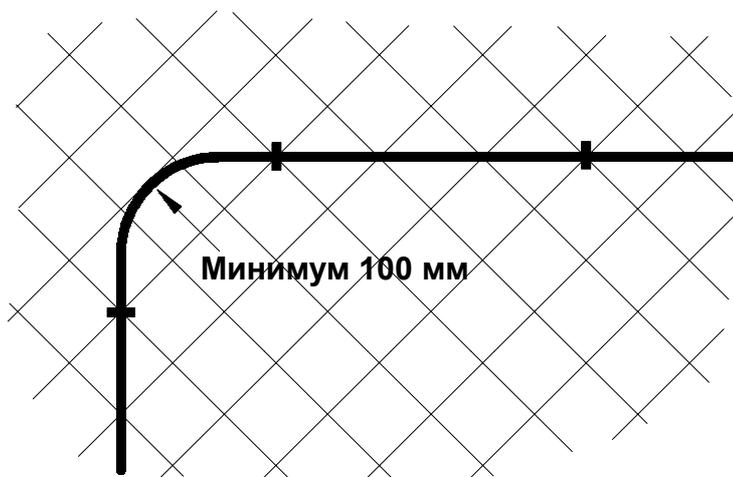

Рис. 3. Минимальный радиус изгиба сенсорного кабеля - 100 мм.
3. При прикреплении сенсорного кабеля к оgrade следите за тем, чтобы наименьший радиус изгиба кабеля был не менее 100 мм (4 дюйма). Заметим, что это относится к радиусу изгиба после установки кабеля (См. Рис. 3). Прокладывая кабель вокруг имеющихся изгибов оgrade, оставляйте достаточно большой радиус изгиба, чтобы не превысить максимально допустимое натяжение кабеля, указанное в следующем пункте.